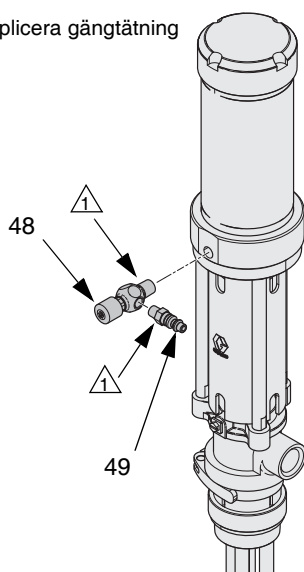

FIG. 4
1. Applicera gängtätning på luftnålventilens (48) hangänga och snabbkopplingen (49) och installera. Se FIG. 4.